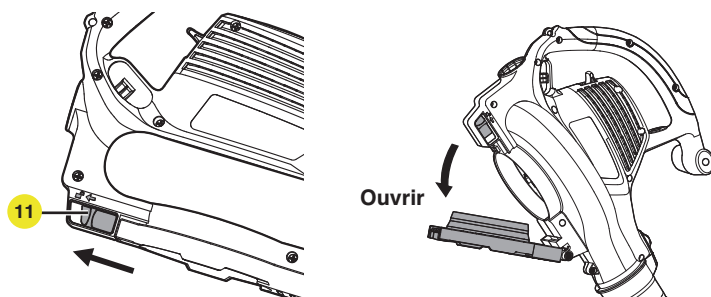

Fig. 2
- Déplacez le bouton d'ouverture et ouvrez la porte d'aspiration. (Fig. 2)